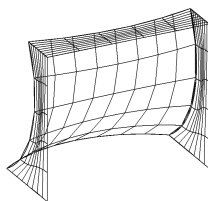

图 11-6 绘制边界曲面 (二)
(8) 重复上述命令, 填充其余面, 效果如图 11-6 所示。